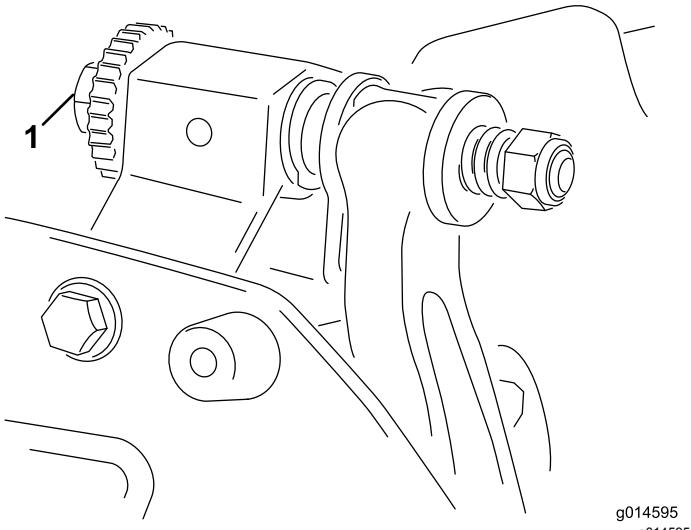

図 8
- A. ベッドバー調節ねじ図8を1クリックずつ均等に締めながら、ごく軽い接触が得られるようにする。
6. シムを左右に滑らせながら右側のベッドバー調整ねじ図8を回して、シムに軽い圧迫シムが挟まれる感じを感じる程度に調整する。シムを抜き取る。